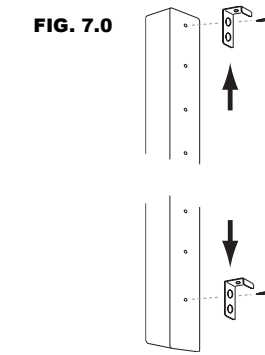
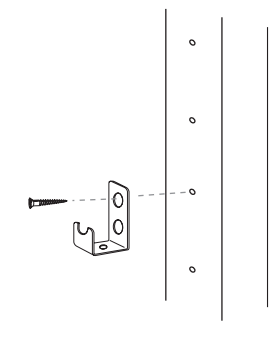

FIG. 7.0
FIG. 7.1
- Pour installer les attaches de support vertical sur (D) les barres de support vertical restantes, placer les équerres sur les trous supérieur et inférieur comme indiqué à la Fig. 7.0, et les attacher aux barres de support vertical avec des vis n° 6 de 3/4 pouce.
- Positionner les crochets en L sur (D) les barres de support vertical aux emplacements prévus (se reporter au schéma de configuration sélectionnée).
- Fixer les crochets en L avec des vis n° 6 de 3/4 pouce dans le trou supérieur. (Fig. 7.1)